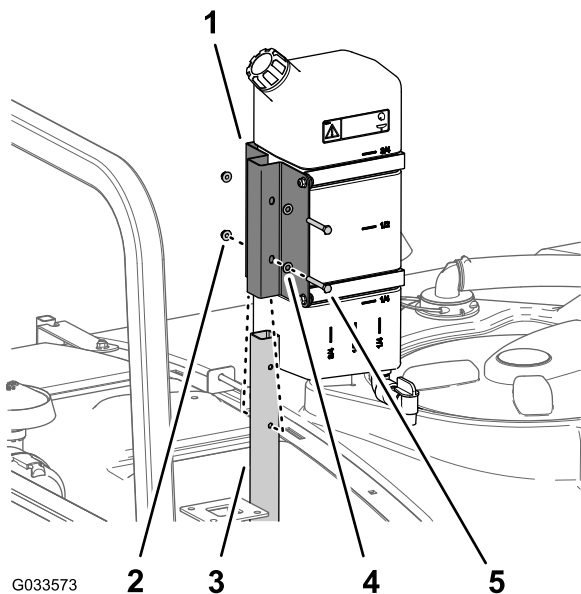

Figura 47
1. Monte el depósito de agua limpia y el soporte en el tubo de sujeción con 2 pernos (5/16" x 2¼") y 2 contratueras con arandela prensada (5/16"), como se muestra en la Figura 47.